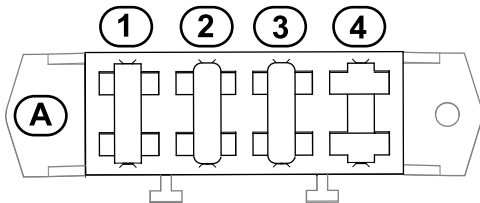

图 27
3. 检查保险丝盒内的保险丝图 27。
4. 如果任何保险丝熔断请使用具有适当电压和电流的保险丝进行更换图 27。请参阅主机维护手册获取指定保险丝的零件号。